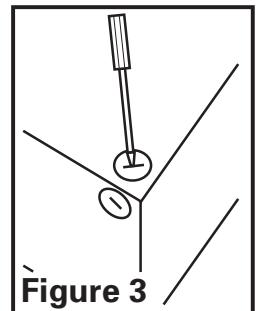

Figure 3
- Sélectionner l'alvéole défonçable la mieux appropriée et l'enlever à l'aide d'un tournevis à lame plate (**Figure 3**).